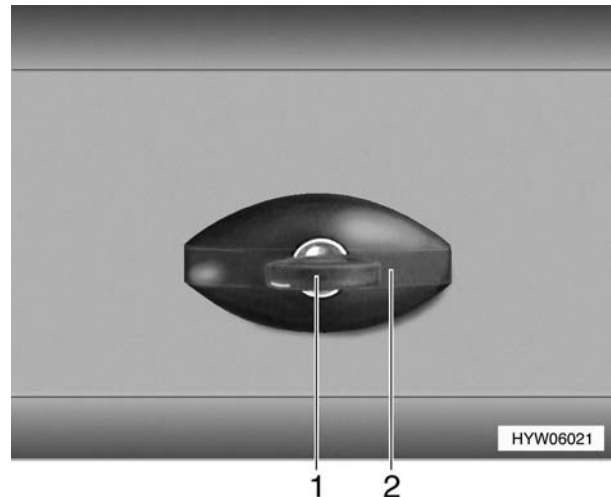

Bild 16 Klappenschloß (Variante 1), verschlossen
- ▷ Bei Regen kann Wasser in das geöffnete Klappenschloß eindringen. Deshalb den Schloßgriff (16,2) wie auf Bild 16 abgebildet schließen.